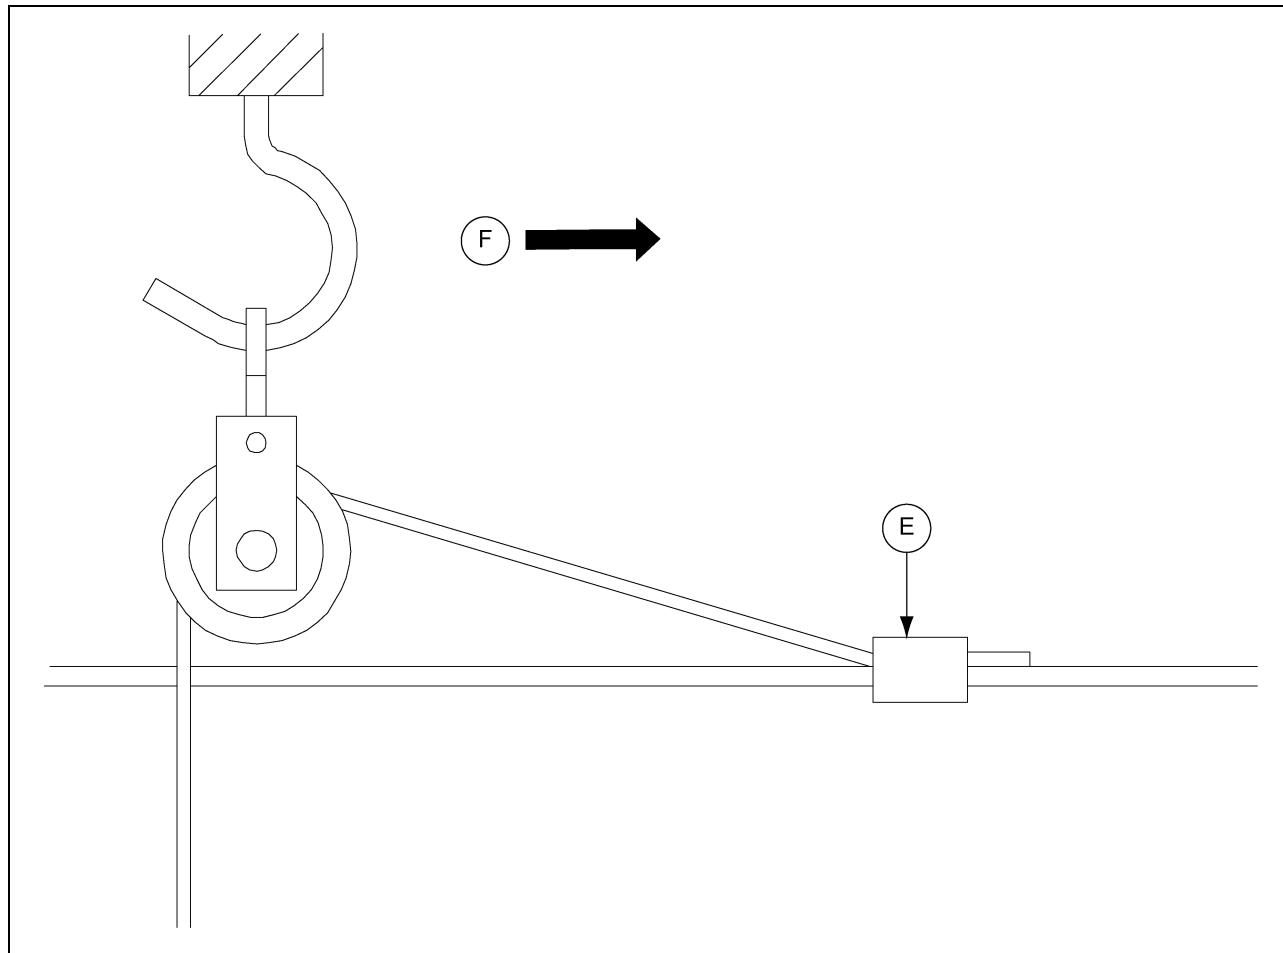

Рисунок 5R
9. Подсоедините шкив 1 3/4" (4,445 см) к каждому крюку, как показано на Рисунок 5R.
10. Пропустите отводной кабель 1/8" (0,3175 см) через каждый шкив и подсоедините его к тросу ворота 3/16" (0,47625 см) на расстоянии примерно 6" (15 см) от шкива в направлении ворота с помощью хомутов 1/8" x 3/16" (0,3175 см x 0,47625 см). (см. рисунок 5R.)